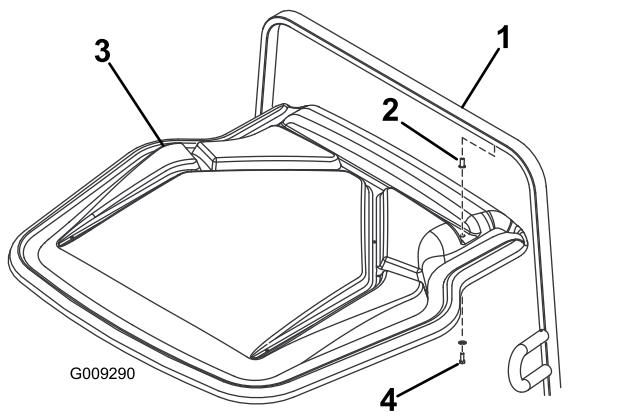

Figure 8
- B. Si la machine n'est pas équipée d'un système ROPS, fixez l'abri au cadre du ROPS à l'aide de 2 boulons (3/8" x 1") et 2 rondelles plates (3/8") insérés dans les écrous à sertir installés précédemment (Figure 8).